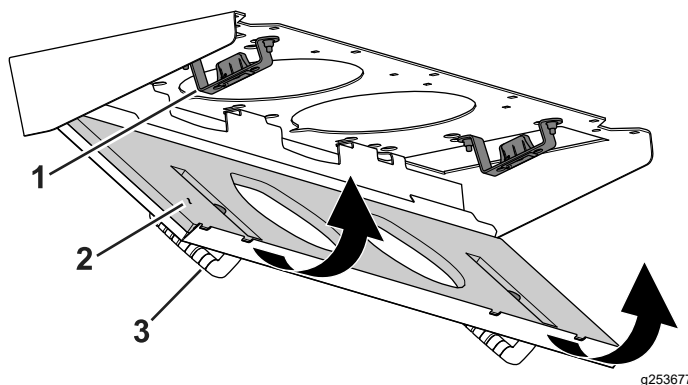

Figura 127
4. Gire la rejilla del filtro sobre las pestañas hasta que el cierre se enganche en el soporte (Figura 127).